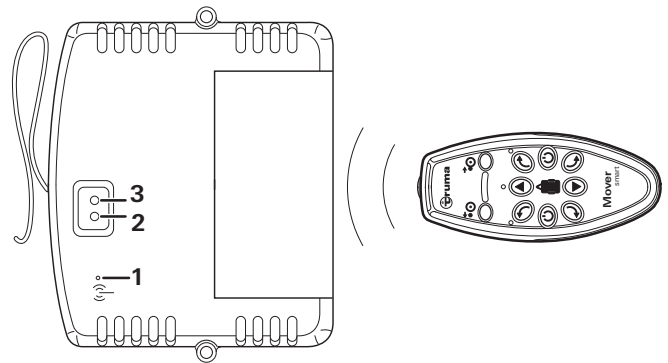

Figura 12
- Pulsar el botón de restablecimiento (figura 12 - 1) del mando con un objeto fino. Puede utilizarse la antena del mando.
El LED verde (figura 12 - 2) y rojo (figura 12 - 3) del mando parpadean ahora alternativamente.